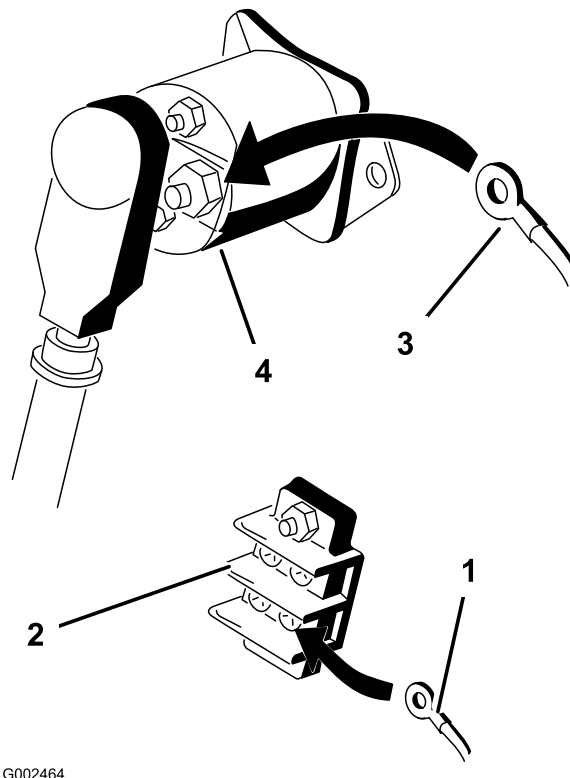

Figura 19
3. Ligue o anel rotulado "ground" (massa) no cabo preto ao bloco de terminais de massa (Figura 19).